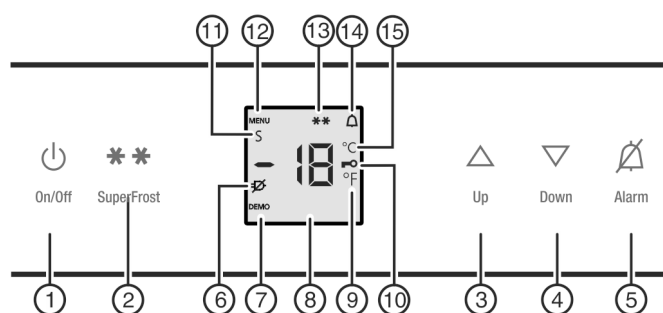

Fig. 2
- ▶ Appuyez sur la touche marche/arrêt *Fig. 2 (1)*.
- ▶ Activer le mode de réglage : Appuyer sur la SuperFrost rapide *Fig. 2 (2)* pendant 5 secondes environ.
- ▷ Le symbole Menu *Fig. 2 (12)* s'allume.
- ▶ Régler le nombre de ° avec la touche de réglage Up *Fig. 2 (3)*/ Down *Fig. 2 (4)*.
- ▶ Confirmer : Appuyer brièvement sur la touche SuperFrost *Fig. 2 (2)*.
- ▶ Sélectionner l'affichage en °F ou °C avec la touche de réglage Up *Fig. 2 (3)* ou Down *Fig. 2 (4)*.
- ▶ Quitter le mode de réglage: Appuyer sur la touche On/Off *Fig. 2 (1)*.
- ▶ Activer le mode de réglage : appuyer sur la touche SuperFrost *Fig. 2 (2)* pendant env. 5 secondes.
- ▷ Le symbole Menu *Fig. 2 (12)* apparaît dans l'affichage.
- ▶ Confirmez en appuyant brièvement sur la touche SuperFrost *Fig. 2 (2)*.
- ▷ Le symbole Sécurité enfants *Fig. 2 (10)* s'allume dans l'affichage.
- ▶ Appuyer brièvement sur la touche On/Off *Fig. 2 (1)*.
- ▷ Le symbole Sécurité enfants *Fig. 2 (10)* s'éteint.
- ▶ Appuyer sur la touche Alarme Fig. 2 (5).
L'affichage de la température clignote en même temps que le symbole Alarme Fig. 2 (14).
L'avertisseur sonore s'éteint automatiquement et le symbole Alarme Fig. 2 (14) et l'affichage de température arrêtent de clignoter lorsque la température est de nouveau suffisamment froide.